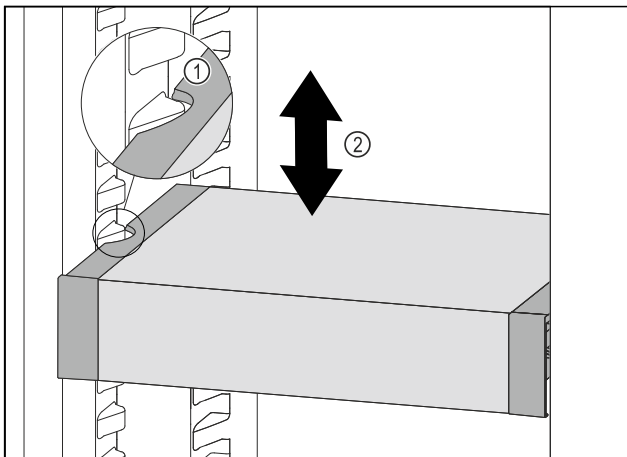

Fig. 106
- ▶ VarioSafe nach vorne ziehen, bis sich die seitlichen Aussparungen des VarioSafes auf Höhe der Behälterrippe im Kühlteil befinden. Fig. 106 (1)
- ▶ VarioSafe im Kühlteil nach oben oder unten bewegen, bis gewünschte Höhe erreicht ist. Fig. 106 (2)